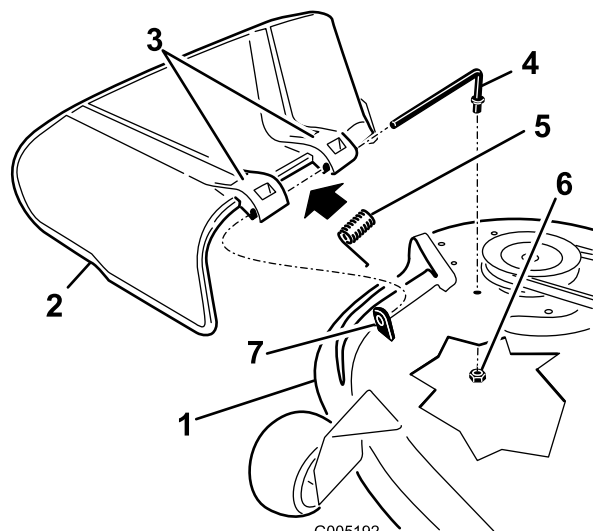

Figura 50
1. Individuate le parti illustrate nella Figura 50.
2. Togliete il dado (9,5 mm) dall'asta sottostante il tosaerba (Figura 50).
3. Estraete l'asta dal distanziatore corto, dalla molla e dal deflettore dell'erba (Figura 50). Togliete il deflettore dell'erba tagliata se è danneggiato o consumato.
4. Riposizionate il deflettore dell'erba (Figura 50).
6. Collocate la molla sull'asta (tenendo abbassati i fili alle estremità), tra le staffe del deflettore di sfalcio. Fate scorrere l'asta attraverso la seconda staffa del deflettore dell'erba (Figura 50).
7. Inserite l'asta dalla parte anteriore del deflettore dello sfalcio, nel piccolo isolatore sul piatto di taglio. Fissate l'estremità posteriore dell'asta nel tosaerba con un dado (9,5 mm) (Figura 50).